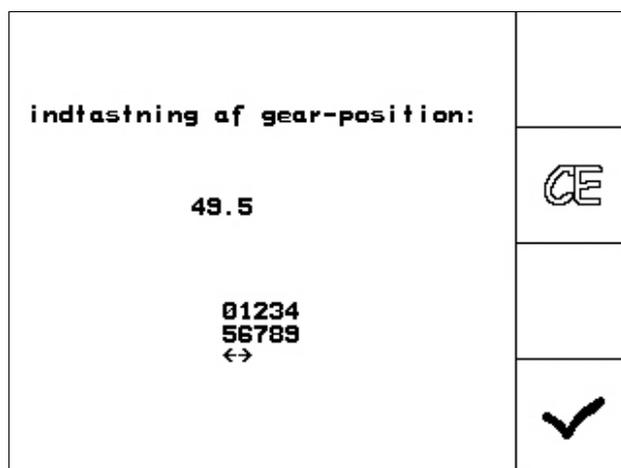

Fig. 65
-  Bekræft indstillingen og indtast den værdi, som håndtaget viser på skalaen i menuen (Fig. 65).